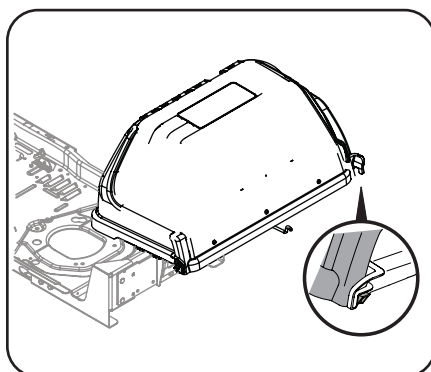

Figure 4-9
5. Rabaissez le couvercle du bac récupérateur pour le fermer. Pressez les encoches arrière droite et gauche pour les fixer en place dans les trous de chaque côté. Assurez-vous que le couvercle est bien ajusté. Voir Figure 4-9.